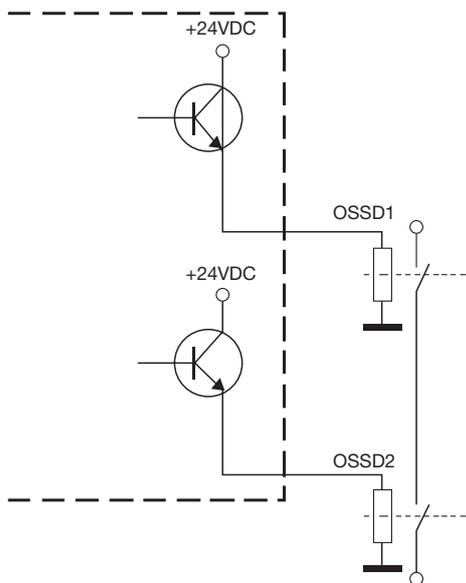

Fig. 17
- I contatti di sicurezza OSSD1 e OSSD2 non possono essere in ogni caso connessi in serie o in parallelo tra di loro ma possono essere utilizzati entrambi singolarmente (vedi Fig.17) nel rispetto dei requisiti di sicurezza dell'impianto.